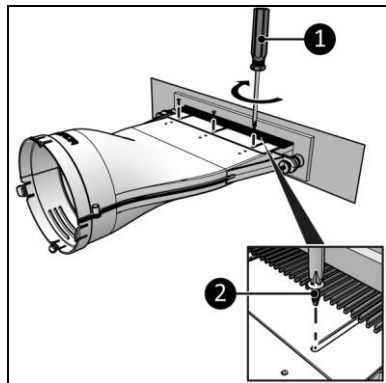

Abbildung 6
5. Befestigen Sie den Hauptkörper und den Durchgang mit den Schrauben (Abbildung 6, Pos. 2) mithilfe eines Phillips Kreuzschlitzschraubendrehers (Abbildung 6, Pos. 1).